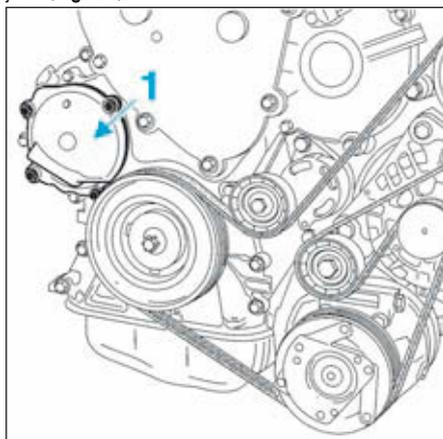

FIG.129
- Déposer le couvercle (1) de la pompe à eau et son joint (Fig.129).